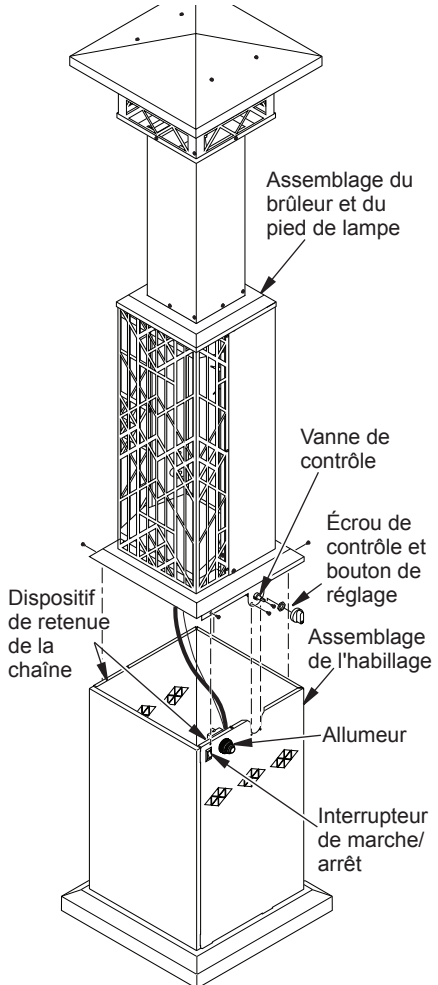
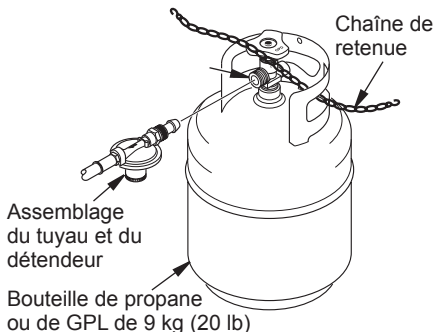

Figure 8 - Raccordement de l'assemblage pied de lampe-brûleur à l'assemblage de l'habillage
Figure 9 - Raccordement de l'assemblage tuyau-détendeur à la bouteille de propane ou de GPL
1. Placez l'assemblage du pied de lampe sur l'assemblage du socle de l'habillage. Fixez avec 4 vis (H) comme illustré à la figure 8. Insérez 2 vis (H) dans les trous de chaque côté de la vanne de contrôle. Fixez l'écrou de la vanne de contrôle et le bouton de réglage à la vanne de contrôle.
Utilisez seulement une bouteille de propane ou de GPL de 9 kg (20 lb) (non fournie). Consultez les informations relatives à la sécurité pour sélectionner la bouteille. Branchez l'assemblage tuyau/détendeur à la bouteille (voir figure 9). Le tuyau devrait être déjà raccordé à l'appareil de chauffage. Raccordez le tuyau à l'entrée de la vanne (voir figure 9). Resserrez fermement avec une clé.
Faites courir la chaîne de retenue dans au moins une poignée de la bouteille de propane ou de GPL (voir figure 9). Assurez-vous que la chaîne passe dans une poignée de la bouteille et NON autour de la vanne de la bouteille. La chaîne ne doit pas entraver la vanne. Attachez les crochets des deux extrémités de la chaîne aux dispositifs de retenue qui se trouvent sur la plaque de fixation du brûleur. (voir figure 8 à la page 7).